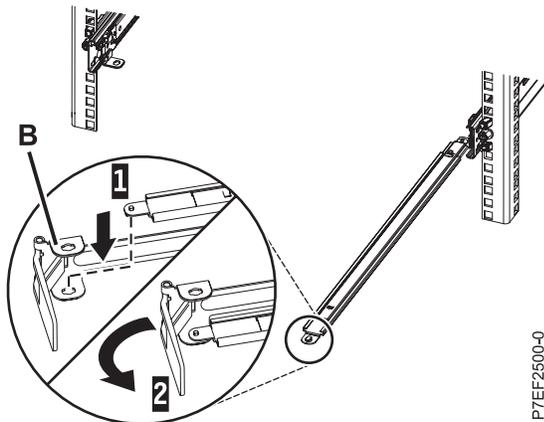

Abbildung 13. Anschlagwinkel des Kabelträges am Stützarm befestigen
- Suchen Sie die Bohrung an der unteren inneren Ecke des L-förmigen Kabelträgerhaltewinkels (**B**). Platzieren Sie das freie Ende des Stützarms so, dass die Sperrzunge an der Unterseite seiner Spitze an dieser Bohrung ausgerichtet ist. Setzen Sie die Lasche in die Bohrung (**1**) ein und drehen Sie die Halterung (**2**), um sie an dem Stützarm zu befestigen, wie in Abb. 13 dargestellt.